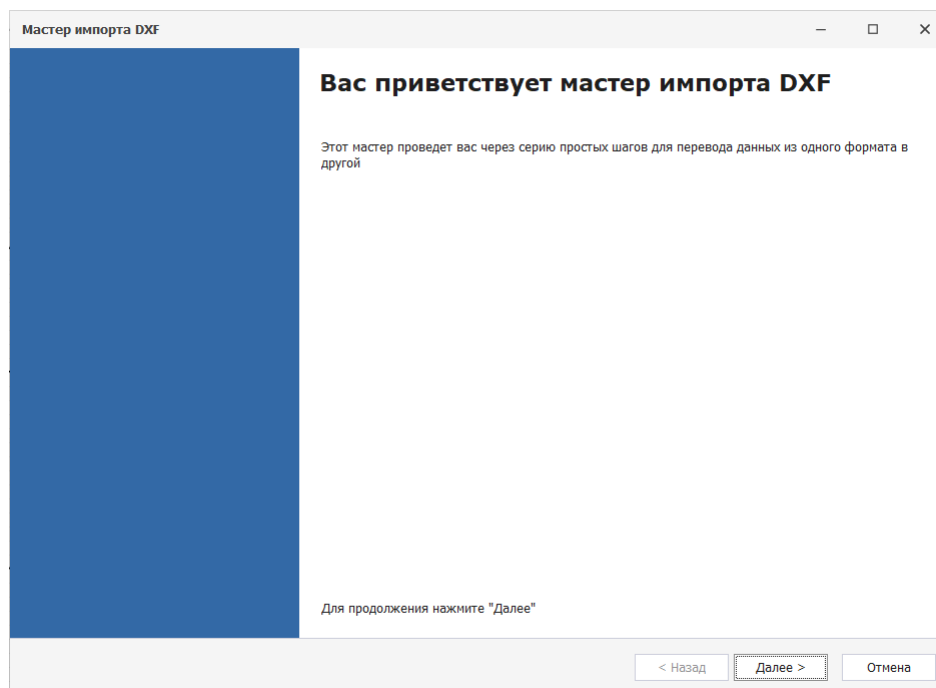

Рис. 43 Стартовое окно мастера импорта .dxf
1. Нажмите кнопку «Далее» в стартовом окне, см. Рис. 43.